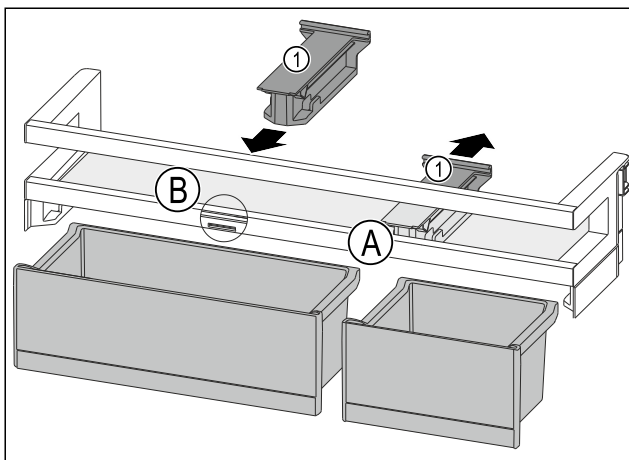

Fig. 114
- Pridržni dio Fig. 114 (1) u položaju Fig. 114 (A) skinite prema natrag.
- Pridržni dio Fig. 114 (1) umetnite u položaj Fig. 114 (B).